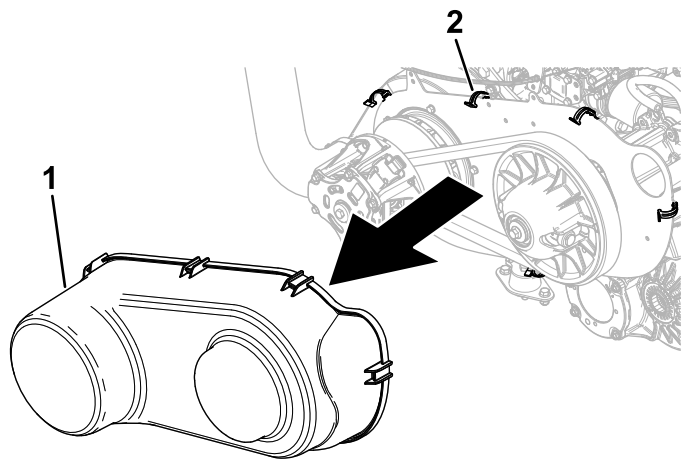

図 111
5. ベルトカバーを固定しているスプリングクリップ6個を外してカバーを取り外す 図 111。
8. ベルトカバーを取り付ける 図 111。
10. ベルトカバーを取り付ける 図 111。